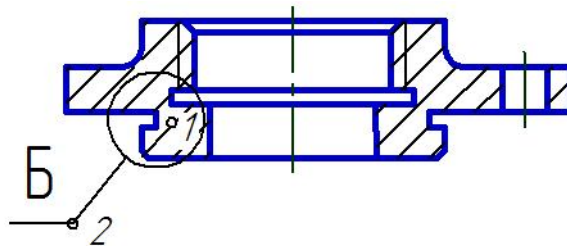

Рис. 2.45. Обозначение выносного элемента
2. Проставьте обозначение выносного элемента (рис. 2.45):